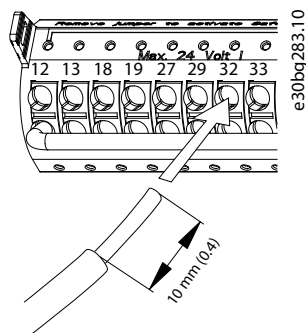

Abbildung 5.19 Anschließen eindrätiger Steuerleitungen
- Bei einer eindrätigen Leitung schieben Sie den blanken Draht in den Kontakt. Siehe *Abbildung 5.19*.